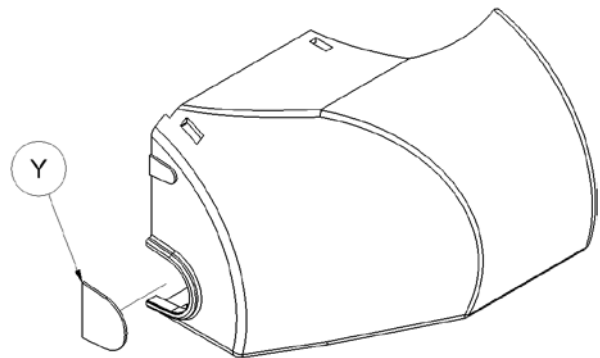

Figure. 6
2. When a long roller (575-100) is used, break out the large break out piece (Y) that will give access for the back side of the roller to come out of the safety cover (fig.6 and 7).
2. Gebruikt u een lange rol (575-100), breek dan de grote uitbreeknok (Y) uit, zodat de achterzijde van de rol uit het veiligheidsdeksel kan worden geleid (Fig. 6 en 7).